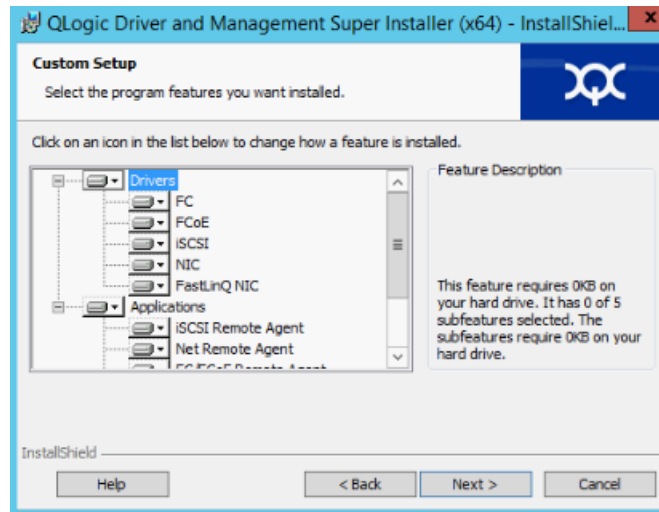

Figura 3-5. Asistente InstallShield: Ventana Custom Setup (Configuración personalizada)
6. Si ha seleccionado **Custom** (Personalizada) en el Paso 5, complete la ventana Custom Setup (Configuración personalizada) (Figura 3-5) de la siguiente forma: